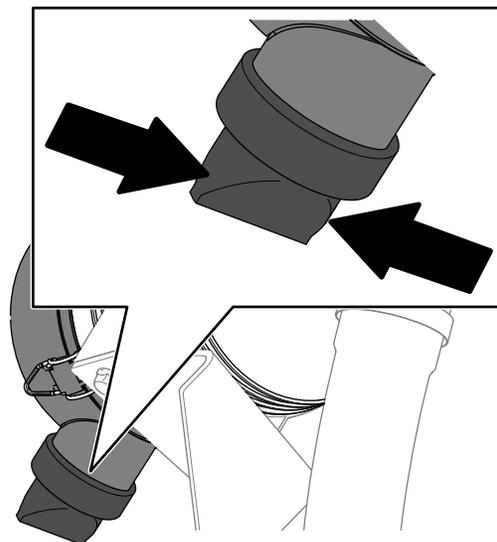

Figure 76
5. Pressez la valve d'éjection des poussières (Figure 76).